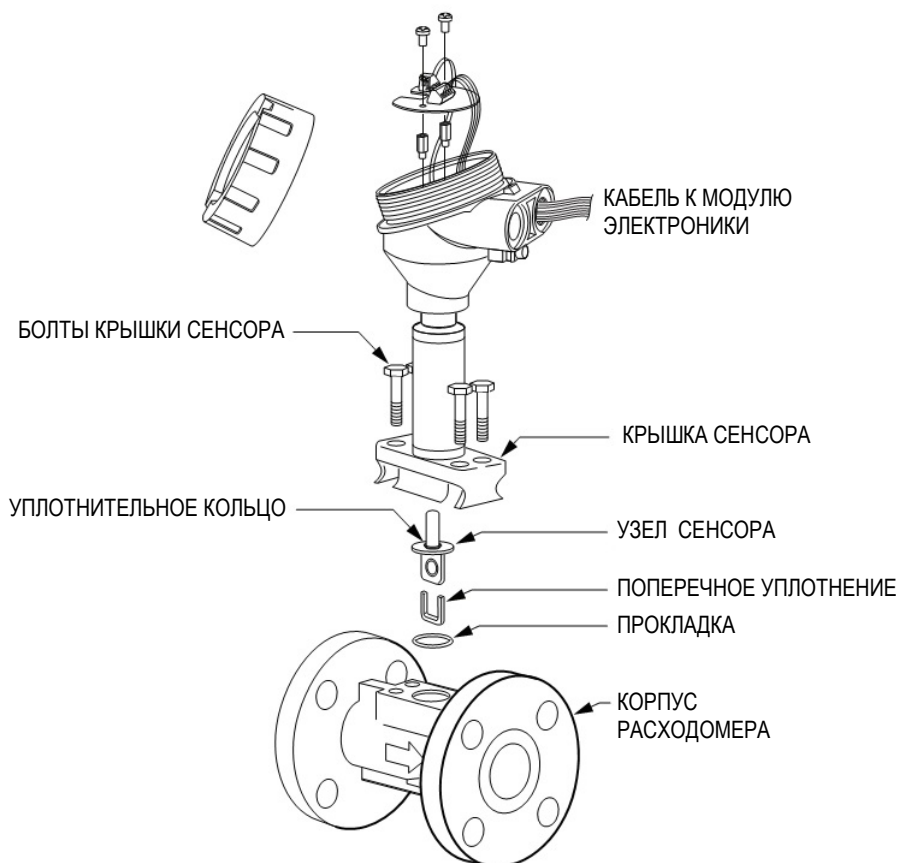

Рисунок 60. Замена сенсора – раздельный монтаж электроники
См. рисунок 60.
5. Вставьте сенсор с крышкой в корпус расходомера и затяните от руки четыре новых болта крышки сенсора. См. рисунок 60.